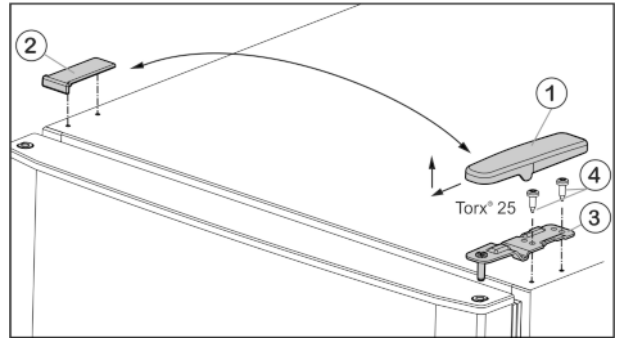

Fig. 6
- ▶ Afdekking Fig. 6 (1) naar voren en omhoog wegtrekken.
- ▶ Afdekking Fig. 6 (2) verwijderen.
- ▶ Bovenste scharnierplaat Fig. 6 (3) losschroeven (2 keer Torx® 25) Fig. 6 (4) en omhoog wegtrekken.
- ▶ Bovenste scharnierplaat *Fig. 6 (3)* op de nieuwe scharnierzijde in de deur plaatsen.
- ▶ Bovenste scharnierplaat **vastschroeven (met 4 Nm)** (2 keer Torx® 25) *Fig. 6 (4)*. Eventueel een accuboormachine gebruiken.
- ▶ Afdekking *Fig. 6 (1)* van buitenaf terugplaatsen op de andere zijde en vastklikken.
- ▶ Afdekking *Fig. 6 (2)* telkens van bovenaf terugplaatsen op de andere zijde en vastklikken.